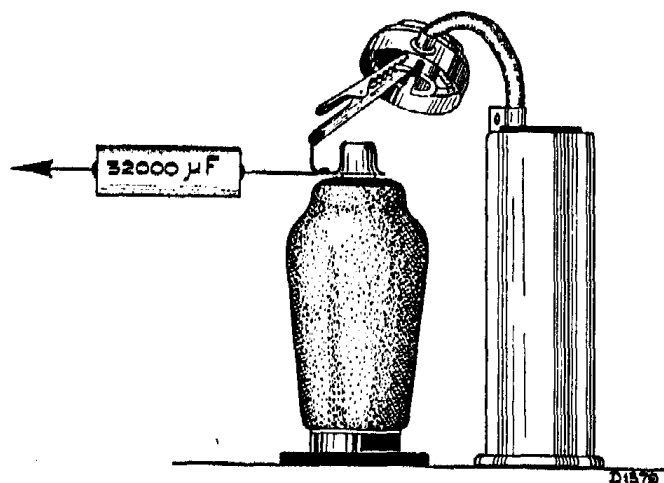

Fig. 2
Appliquer, de la façon suivante, un signal à la grille de commande: Le circuit de grille reste raccordé à la grille et le signal est appliqué à travers un condensateur de $32000 \mu F$ (voir fig. 2). Le régulateur du volume sera toujours tourné sur le maximum; si le signal est trop puissant, ramener, en arrière, l'atténuateur de l'émetteur service.
2. Appliquer un signal de 128 Kc à la grille de commande de L1 (fig. 2).